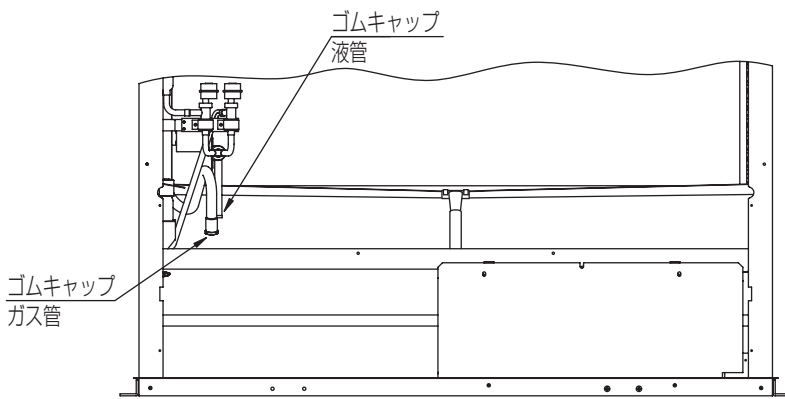

図4
- (3) 図4 に示すガス管接続部および液管接続部のゴムキャップを取外し、配管内に封入されている窒素ガスを抜いてください。作業は前面から行ってください。